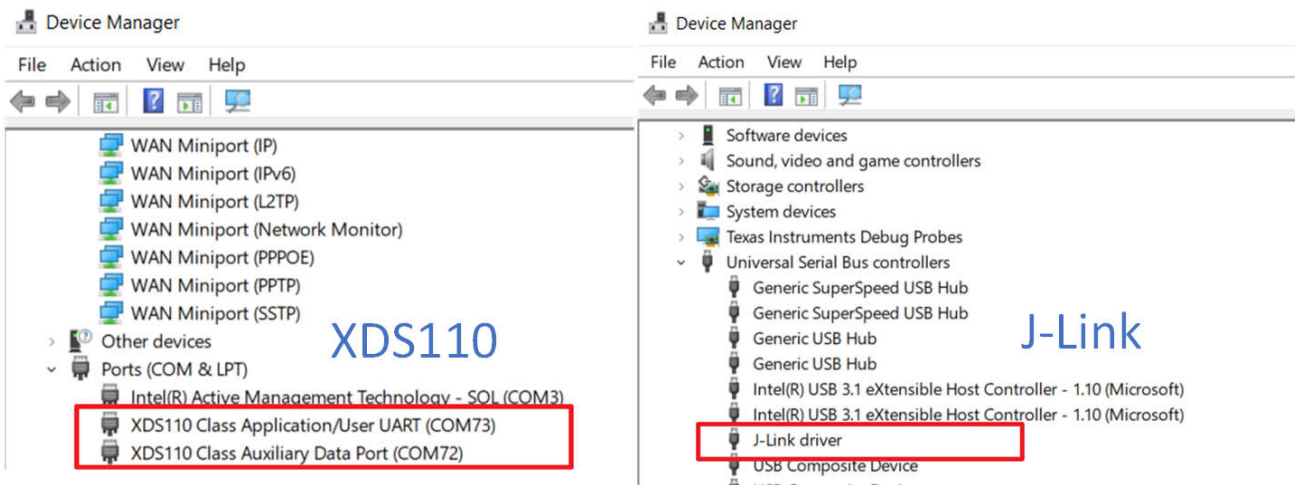

图 6-6. 设备管理器视图
2. 插入调试器，并检查计算机是否找到调试器。如果调试器未如图 6-6 所示，请检查计算机限制。